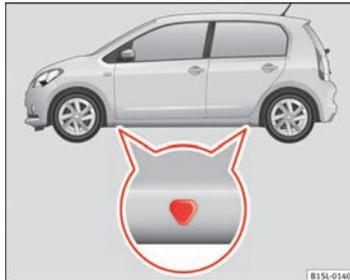

Abb. 138 Aufnahmepunkte für den Wagenheber.
Der Wagenheber darf nur an den gezeigten Aufnahmepunkten (Markierungen in der Karosserie) angesetzt werden \Rightarrow Abb. 138. Es gilt der Aufnahmepunkt, der sich bei dem jeweiligen Rad befindet \Rightarrow \triangle .
5. Den Wagenheberaufnahmepunkt ⇒ **Abb. 138** unter dem Fahrzeug suchen, der dem zu wechselnden Rad am nächsten liegt.